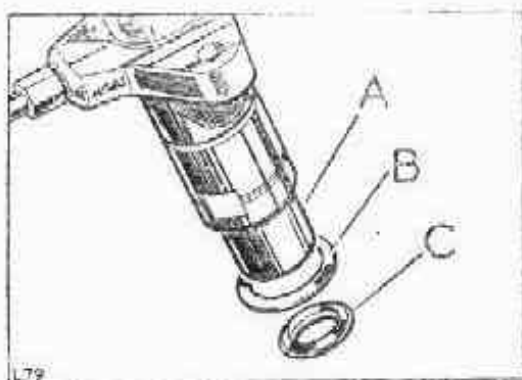

Fig. 47. Colocación de las arandelas del inyector
2. Se extraerá el conjunto del portainyector con sus arandelas de cobre y acero de unión a la culata (fig. 47), y se instalará el nuevo portainyector, teniendo cuidado de no deteriorar el inyector, con las dos arandelas nuevas, debiendo situar la de acero con la parte hueca hacia abajo.